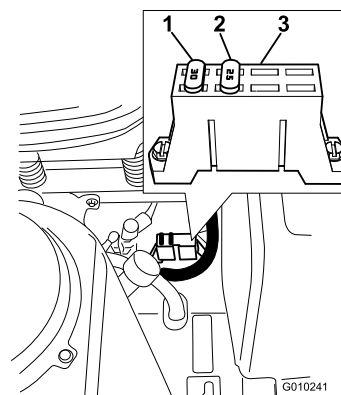

Figure 46
1. Les fusibles sont situés sur la console droite, près du siège (Figure 46).
3. Remplacez le fusible (Figure 46).